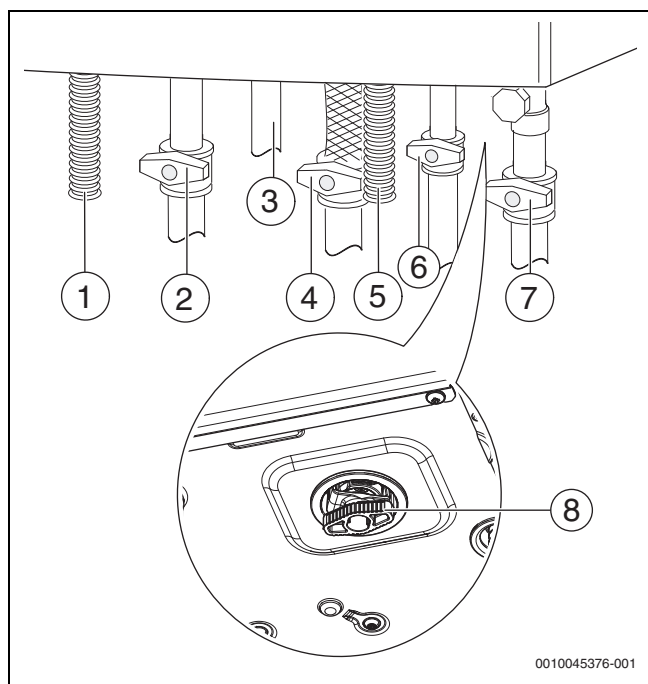

Рис. 22 Подключения газа и воды (дополнительное оборудование)
- ▶ Откройте кран холодной воды (→ рис. 22), затем откройте кран горячей воды и держите его открытым до тех пор, пока из него не потечет вода.
- ▶ Откройте краны подающей и обратной линий отопления (→ рис. 22).
- ▶ Заполните отопительную систему до давления 1,5 бара через устройство заполнения и подпитки (→ рис. 22) и снова закройте устройство заполнения и подпитки.